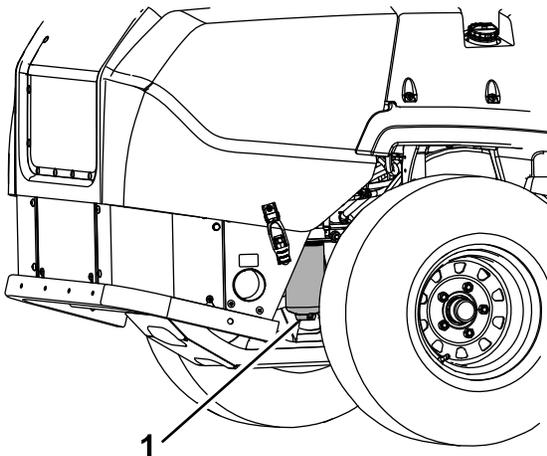

Figura 43
3. Coloque un recipiente de vaciado debajo del filtro de combustible y afloje el tapón de vaciado una vuelta aproximadamente (Figura 43).